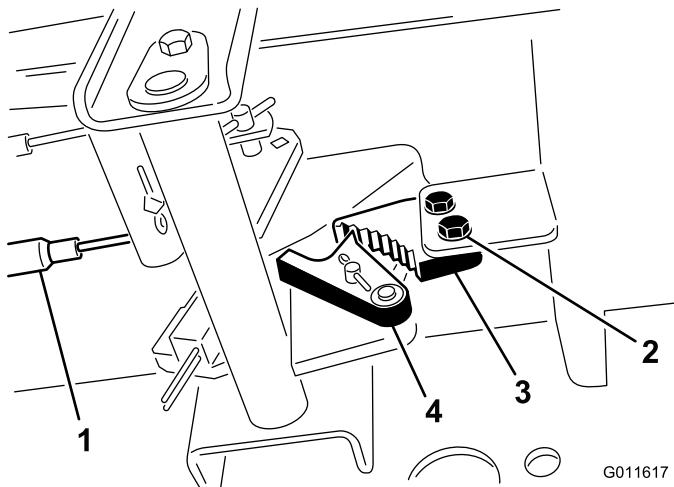

Figura 74
1. Afloje los 2 tornillos que fijan el trinquete del freno de estacionamiento al bastidor (Figura 74).
2. Pise el pedal del freno de estacionamiento hacia adelante hasta que la uña se enganche a fondo en el trinquete del freno (Figura 74).